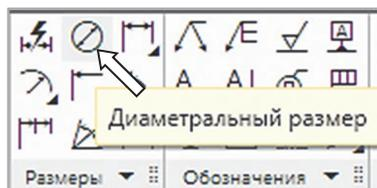

Рис. 3.8-1
1. Вызвать команду **Черчение** → **Размеры** → **Диаметральный размер**  (рис. 3.8-1).